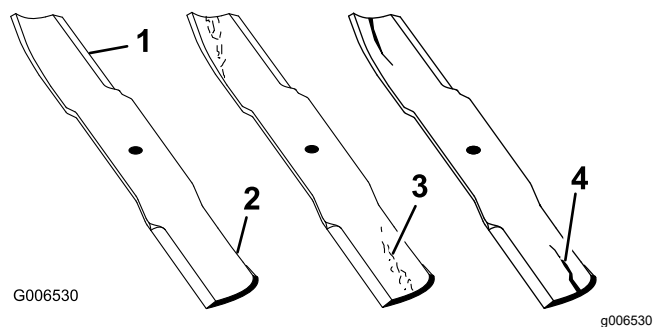

Рисунок 31
2. Осторожно проверьте режущие кромки ножей, особенно в точке соединения плоской и изогнутой частей ножа (Рисунок 31). Проверяйте ножи перед эксплуатацией машины, поскольку песок и абразивный материал могут стачивать металл между плоской и изогнутой частями ножа. Если вы увидите износ (Рисунок 31), замените нож; см. раздел Снятие и установка ножа \(ножей\) (страница 22).
При износе ножа между загибом и плоской частью ножа образуется бороздка (Рисунок 31). В конечном счете часть ножа может отломиться и вылететь из-под корпуса, возможно, нанеся тяжелую травму оператору или посторонним людям.